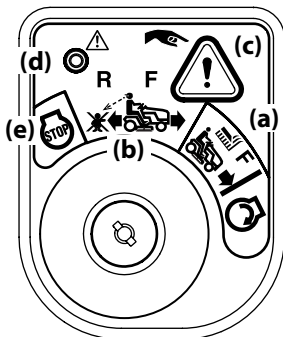

Figura 3-1
2. Gire la llave de la posición CORTE NORMAL a la posición MODO DE PRECAUCIÓN EN MARCHA ATRÁS del módulo de encendido. Vea la Figura 3-1.
3. Oprima el BOTÓN DE MARCHA ATRÁS (c) en el ángulo superior derecho del módulo de encendido. La luz indicadora roja (d) que está en el ángulo superior izquierdo del módulo de encendido se mantendrá ENCENDIDA mientras esté activada. Vea la Figura 3-1.